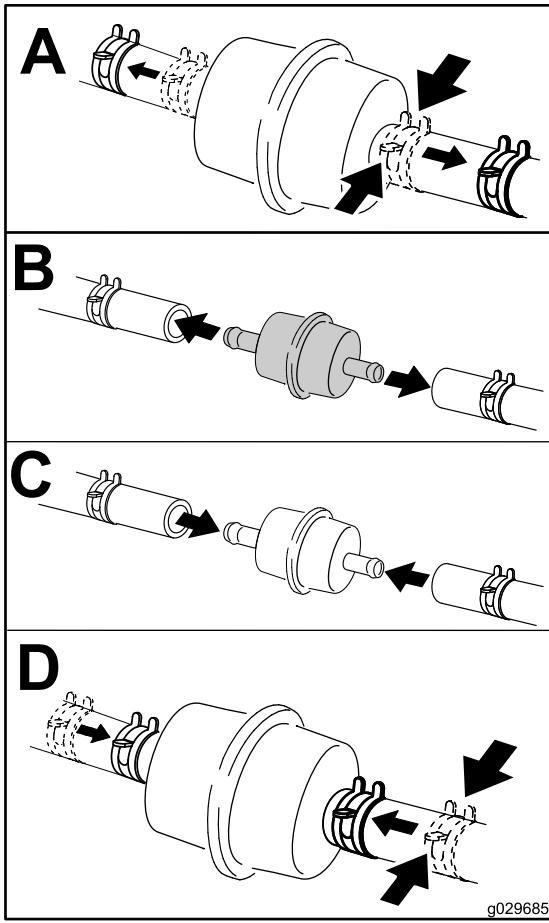

Figura 72
4. Cambie el filtro de combustible (Figura 72).